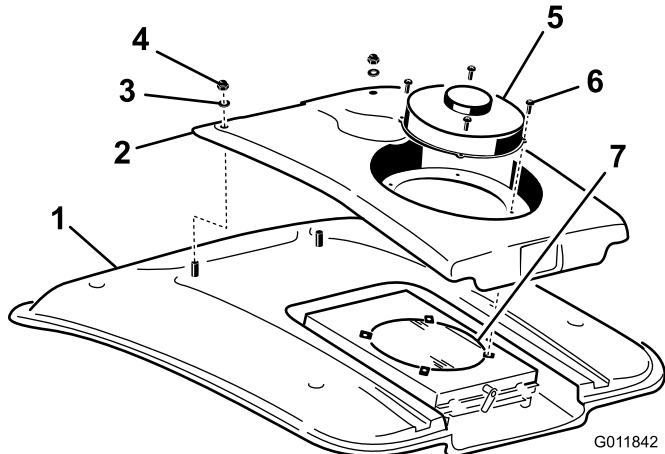

図 73
2. ファンとコンデンサカバーをファンマウントに固定しているネジ4本を取る図 73。
4. コンデンサカバーの前部をキャブの屋根に固定しているナット2個とワッシャを外す図 73。
8. スクリーンを圧縮空気でていねいに洗浄する図 73。